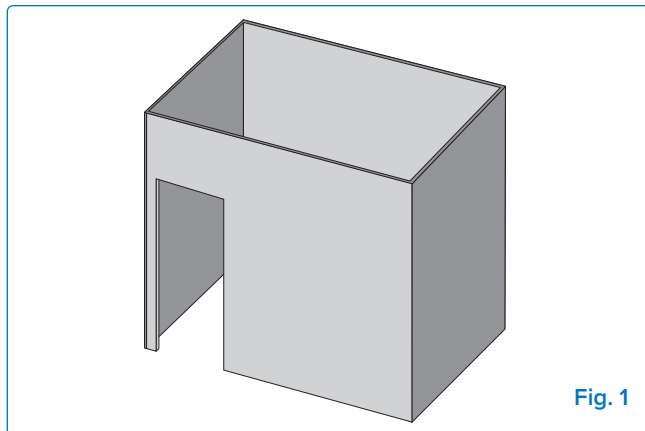

Fig. 1
- L'appareil est considéré comme étant à l'extérieur s'il est installé dans un abri avec des murs sur trois côtés mais sans couverture. **(Fig. 1).**